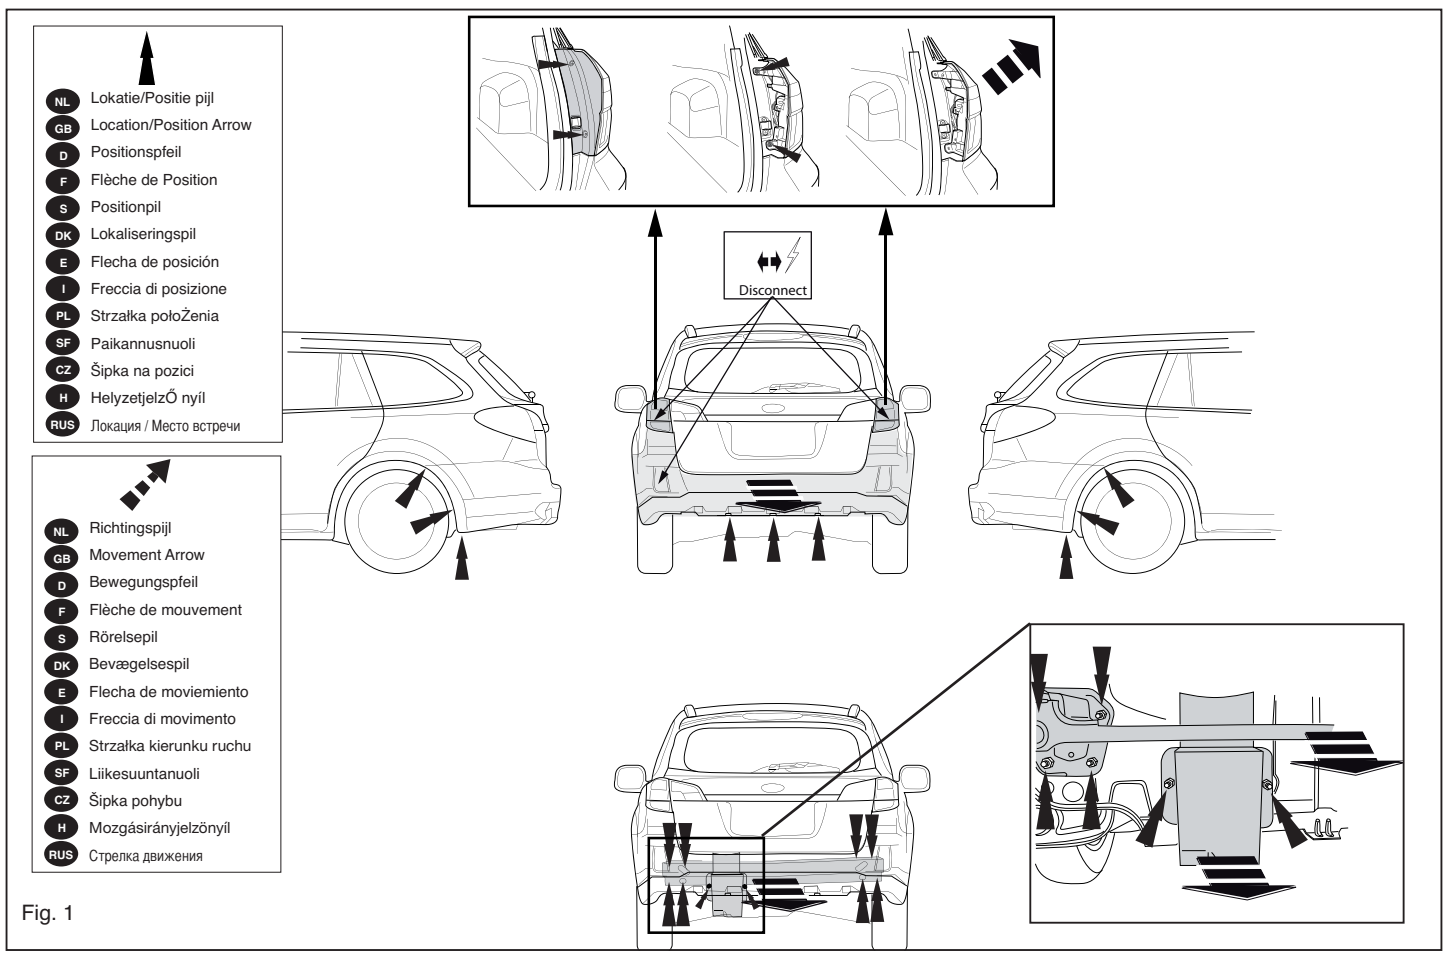

Fig. 1
1. Снять бампер. См. рисунок 1.
2. Снять попереchnый брус автомобиля. См. рисунок 1.
1. Remove the bumper. See figure 1.
2. Remove the cross member from the vehicle. See figure 1.